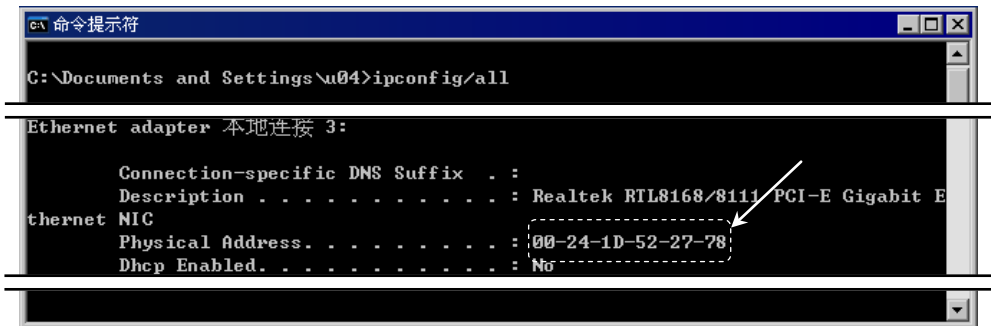

图 2.4.2 获得网卡号
Step2. 在 C:\>提示符下，输入 ipconfig /all 命令并按 Enter 键，即可获得计算机网卡号。图 2.4.2 中的 02-24-1D-52-27-78 即为网卡号。